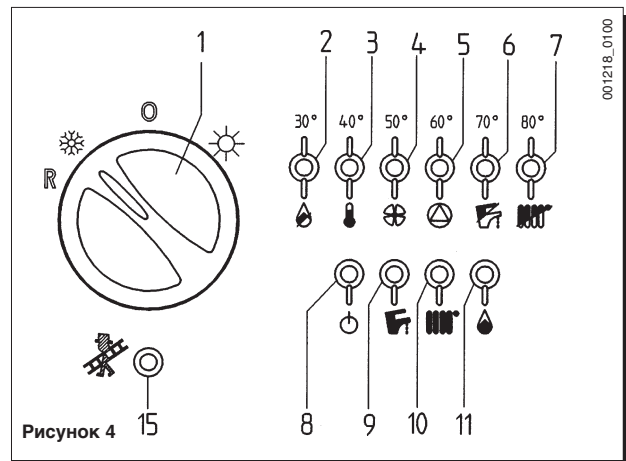

Рисунок 4
В данном случае рекомендуем повторять пусковые операции до устойчивой подачи газа на горелку, повернув ручку (1) временно в положение R (см. также рис. 4).